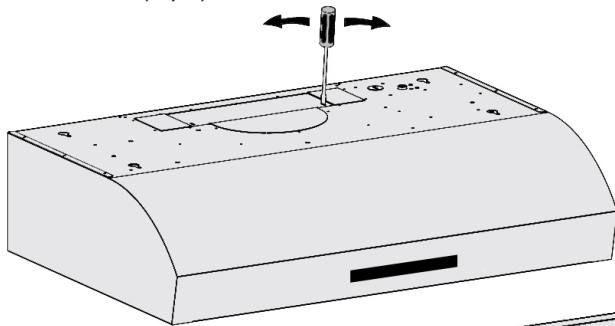

Figure 3
- Pour une évacuation circulaire de 15,3 cm (6 po) ou 17,7 cm (7 po), laisser l'appareil tel quel et installer le registre circulaire fourni. Les figures 3, 4 et 5 ci-dessous indiquent la façon de percer l'ouverture circulaire de 15,3 cm (6 po) ou 17,7 cm (7 po).